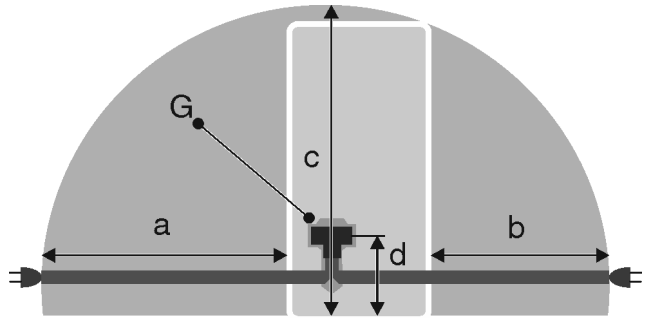

Fig. 55 Frigoriferi combinati/congelatori/apparecchiatura BioFresh a piena capienza*
- La presa non si trova dietro all'apparecchio bensì nelle aree a o b Fig. 55 (a, b, c).
- ▶ Inserire la spina Fig. 55 (G) sul retro dell'apparecchiatura. Accertarsi che si innesti correttamente.